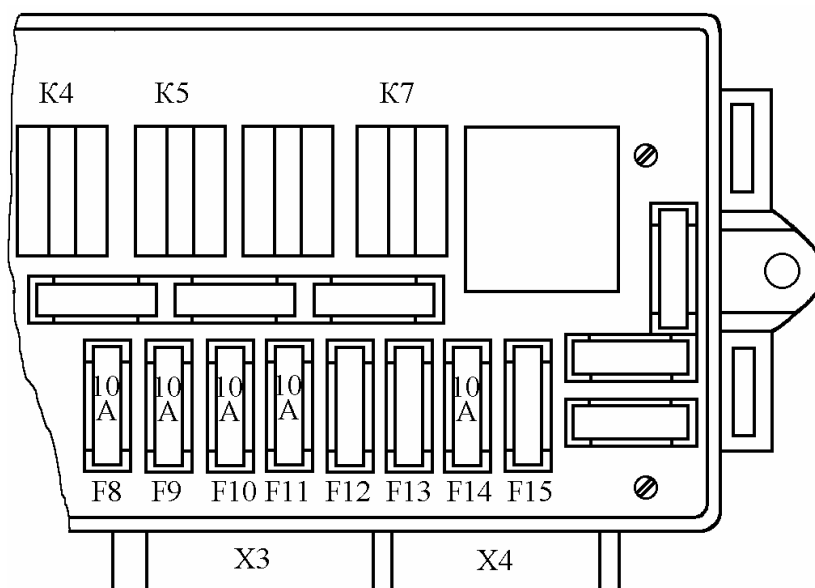

Рис. 10. Блок реле и предохранителей.
4.4.1. Проверить предохранители F8 и F9 (10 А) (рис.10), сняв крышку блока реле и предохранителей, расположенного на левом усилителе брызговика в подкапотном пространстве.
4.5.1. Проверить предохранители F10 и F11 (10 А) (рис.10), сняв крышку блока реле и предохранителей, расположенного на левом усилителе брызговика в подкапотном пространстве.